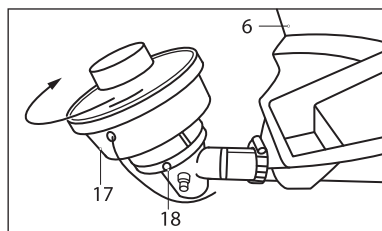

Рис. 6
Удерживая одной рукой катушку триммера (17, рис. 6), нажмите на защелку (28), другой рукой поверните крышку (27) и разберите катушку. Извлеките шпульку (26) и удалите остатки старой лески (25).
Установите пружину (31) и пропустите концы лески (25) в отверстия на корпусе катушки (17, рис. 6). Установите шпульку (26) в корпус катушки (17, рис. 6).
Установите крышку (27) катушки, совместив отверстия на ней с пазами на корпусе катушки (17, рис. 6). Поворотом крышки (27) зафиксируйте катушку (17, рис. 6) в собранном состоянии.